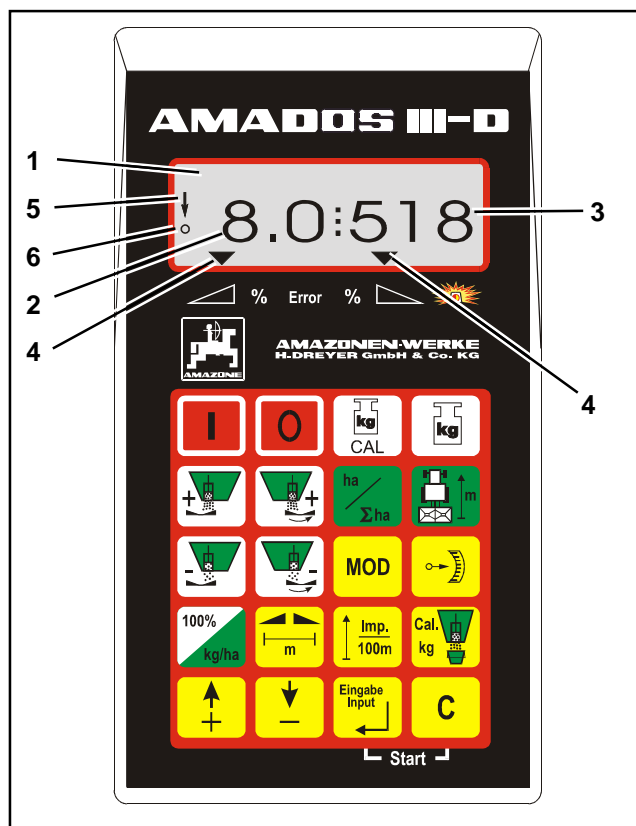

Fig. 1
Le boîtier AMADOS III-D est fourni avec un écran d'affichage à 6 positions (Fig. 1/1). Lorsque la machine est au travail, l'écran indique :
- la vitesse instantanée d'avancement (Fig. 1/2) en [km/h],
- le débit d'engrais instantané (Fig. 1/3) en [kg/ha] et
- des éléments de contrôle (Fig. 1/4) comme par exemple trappe gauche et droite ouvertes.
Sur le bord gauche de l'écran, il y a 2 symboles supplémentaires. La flèche verticale (Fig. 1/5) apparaît au cours du déplacement de calibrage pour déterminer le facteur de calibrage de l'engrais (épandeur Profis uniquement). Le cercle qui apparaît en-dessous (Fig. 1/6) doit clignoter en cours d'avancement et signifie que le capteur de mesure des surfaces et de l'avancement mesure et transmet des impulsions au boîtier AMADOS III-D.